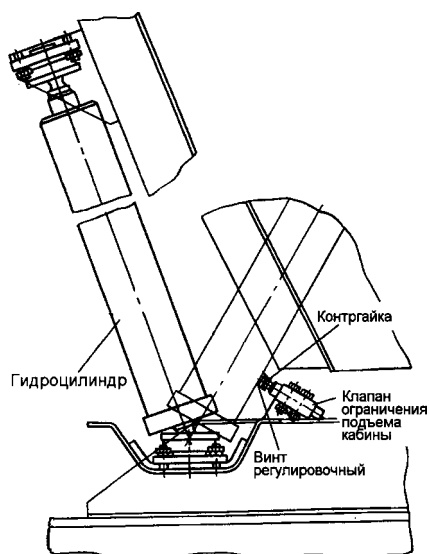
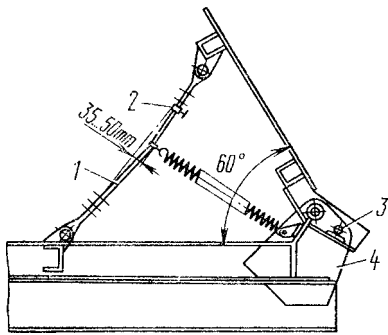

Рис. 263. Регулировка механизма подъема платформы самосвала
Рис. 269. Установка страховочных тросов: 1 - трос; 2 - зажим; 3 - палец стопорный; 4 - кронштейн
Проверьте состояние и правильность регулирования клапана ограничения подъема платформы (см. рис. 263). Клапан должен быть надежно закреплен на кронштейне поперечины надрамника. Регулировочный винт должен быть застопорен контргайкой. Не допускайте искривления штока клапана, течи масла из-под уплотнения штока и по резьбовым соединениям трубопроводов. При правильно отрегулированном угле подъема платформы стопорные пальцы (рис.269) платформы свободно должны входить в отверстия в кронштейнах надрамника. Не допускайте эксплуатации автомобиля с нарушенной регулировкой угла подъема платформы.
- отверните контргайку (см. рис. 263) регулировочного винта;
— убедитесь, что подъем прекращается при совпадении оси стопорных пальцев 3 (рис.269) с осями отверстий в кронштейнах надрамника. Стрела прогиба страховочного троса должна составлять 35 - 50 мм. При иной величине стрелы прогиба отрегулируйте длину троса, для чего ослабьте затяжку зажимов троса.
- проверьте стрелу прогиба страховочного троса (рис. 269); при совпадении оси стопорных пальцев с осями отверстий в кронштейнах надрамника стрела прогиба страховочного троса должна быть 36...50 мм, для КамАЗ-55102 при опрокидывании назад — 100...150 мм, при опрокидывании на сторону — 200...250 мм.